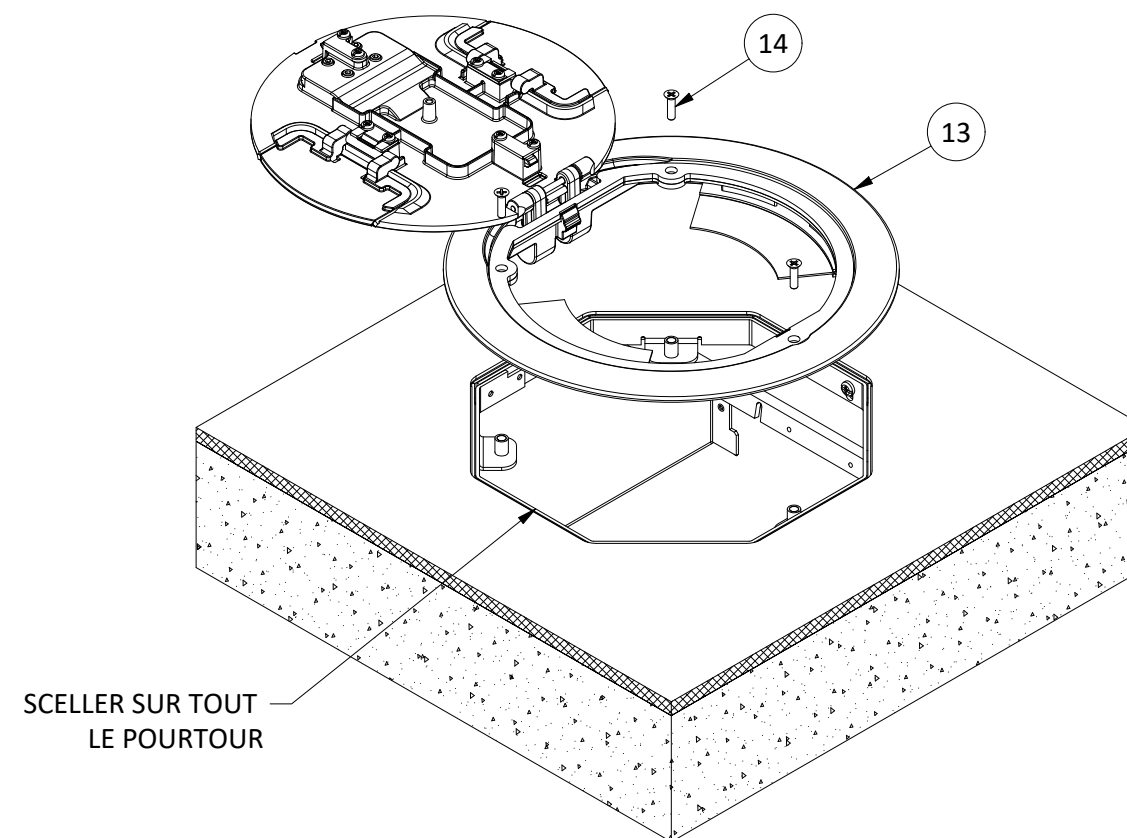

FIGURE 4
17. Obturer le jeu autour du collier de soutien du couvercle [11] avec un cordon continu de silicone de type RTV pour applications électriques (CONSULTER LA FIGURE 4).